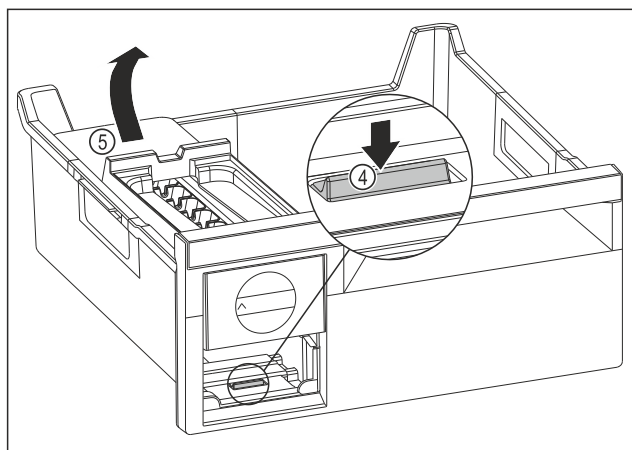

Fig. 144
- Estrarre il corpo dell'EasyTwist-Ice: Con un dito spingere la linguetta Fig. 144 (4) verso il basso e allo stesso tempo, con l'altra mano, sollevare il corpo dell' EasyTwist-Ice Fig. 144 (5) da dietro.